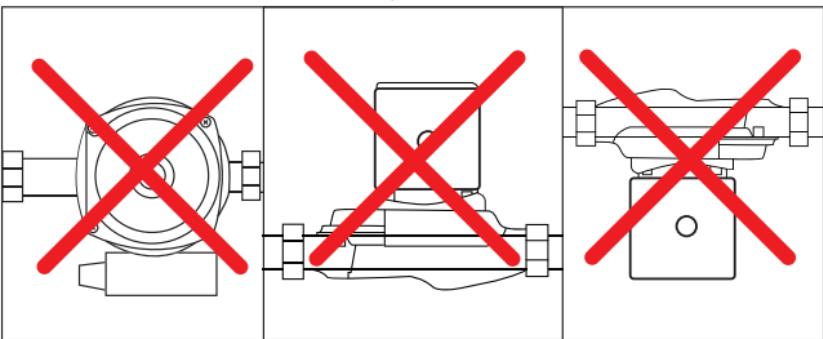

Рис.2
- Монтаж производить таким образом, чтобы на насос не передавались механические напряжения от трубопроводов и с горизонтально расположенным валом насоса. Положение соблюдать, как указано на рис.2.